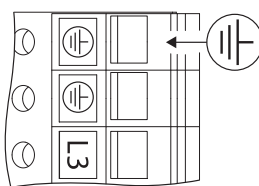

Fig. 26: Lisamaandus
- Suurenenud lekkevoolu tõttu tuleb standardi EN 61800-5-1:2008-04 kohaselt üle 11 kW mootoritel ühendada võimsam lisamaandus (vt Fig. 26).